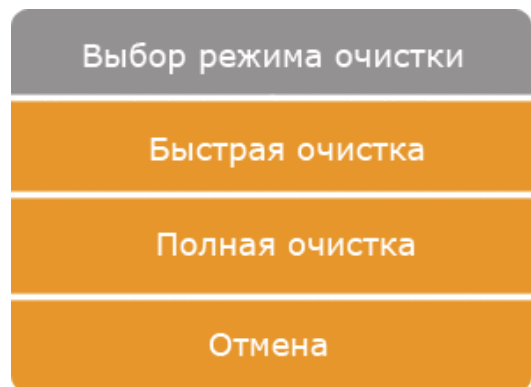

Рис. 19
2. Выберите в меню «Полная очистка» (Рис. 19).